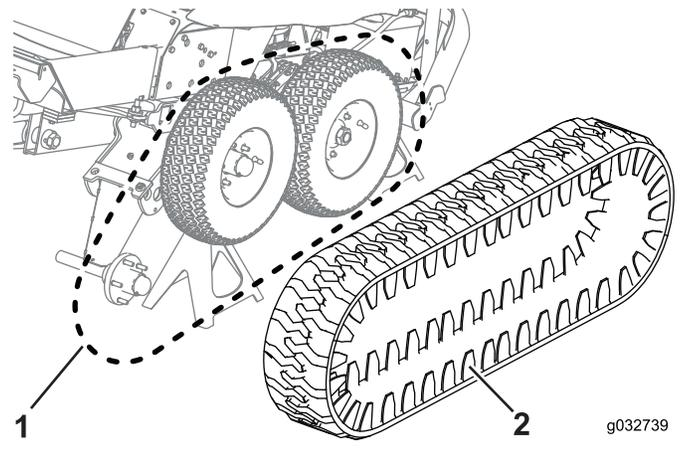

Figura 90
- 7. Disponete i cingoli attorno alle ruote centrali e posteriori (Figura 90).